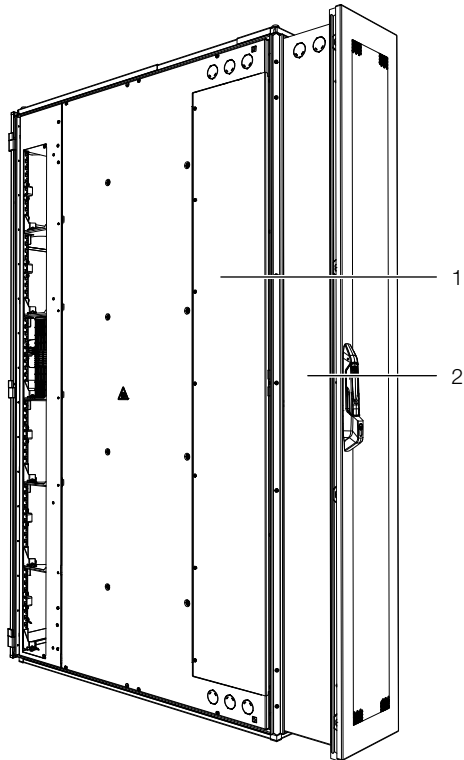

Imagen 36: Adaptador al LCP Inline
- Fijar a izquierda y derecha el adaptador (imagen 36, pos. 2) en la abertura trasera del LCP Inline mediante cuatro de los tornillos adjuntos (imagen 36, pos. 1).